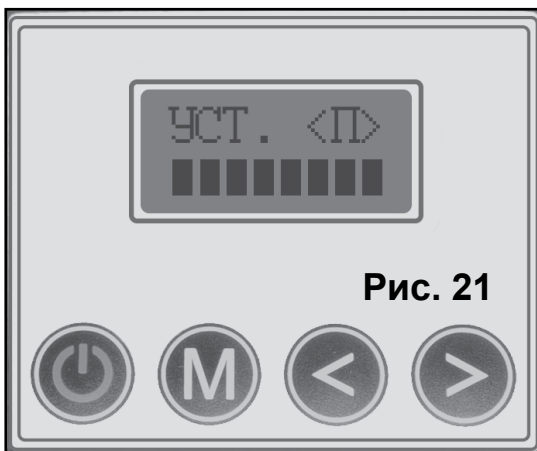

Рис. 21
2. Для увеличения порога детектирования нажмите и удерживайте кнопку  (Рис. 21).